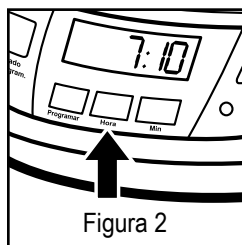

Figura 2
1. Pressione, segurando o botão da hora, HOUR, até que na tela do relógio apareça a hora correta. Veja a figura 2.